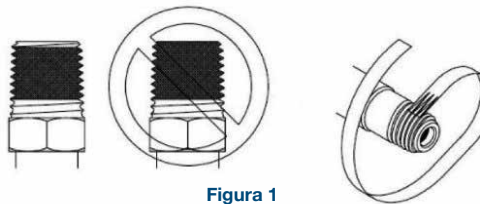

Figura 1
- 5.5 Comece a colocar a fita PTFE na segunda rosca, como mostrado abaixo, na figura 1; assegure que a fita não sobressaia a extremidade da conexão. Enquanto ela é enrolada na direção roscada, puxe-a firmemente para que se adira à rosca. Enrole a fita na rosca duas vezes, corte o excesso e pressione a extremidade firmemente nas roscas, como mostrado na figura 1.